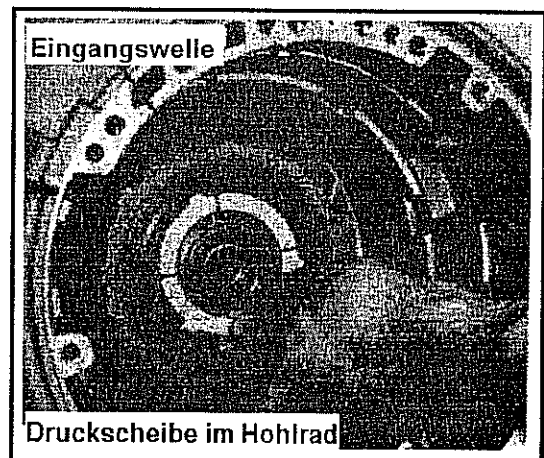

Abb. 10-125 Druckscheibe im Hohlrad des Planetenradsatzes an der Getriebeeingangswelle
- Das Hohlrad an der Getriebeeingangswelle ansetzen. Siehe hierzu Abb. 10-125.